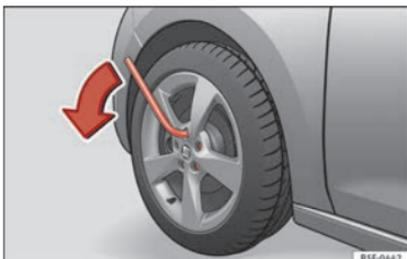

Fig. 73 Ruota: allentare le viti della ruota.
- Ruotare la vite di circa un giro verso sinistra » fig. 73 (freccia). Per applicare la coppia necessaria, tenere la chiave della ruota dall'estremità. Se un bullone non si allenta, premere con cautela con il piede sull'estremità della chiave della ruota. Per non perdere l'equilibrio è opportuno appoggiarsi al veicolo.